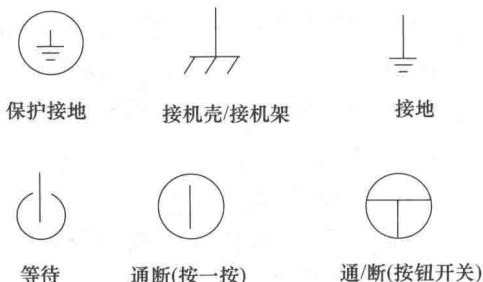

图 1-6 电气设备图形符号
① 电气设备图形符号是完全区别于电气图用图形符号的另一类符号，如图 1-6 所示。主要适用于各种类型的电气设备或电气设备部件上，使得操作人员知其用途和操作方法，也可用于安装或移动电气设备的场合，诸如禁止、警告、规定或限制等注意的事项。
② 绘制电气图时，应尽可能使用国家标准规定的电气符号。